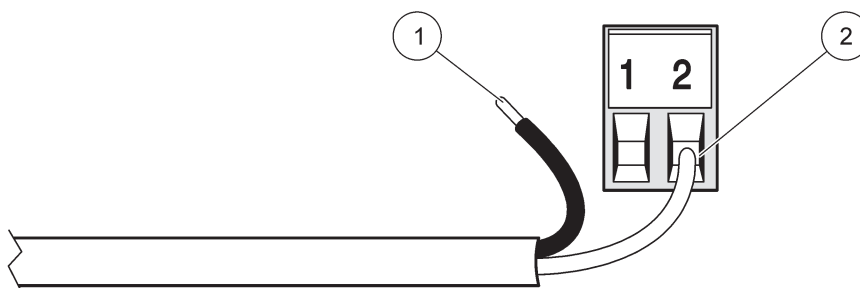
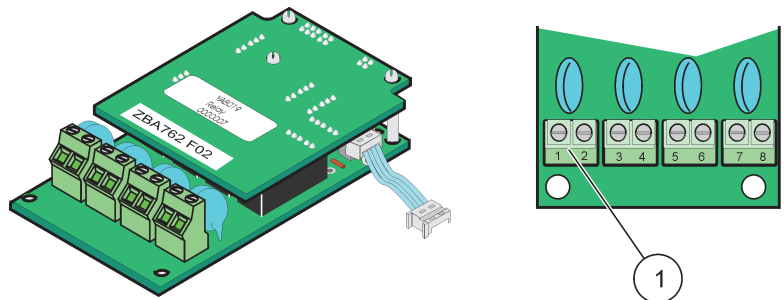
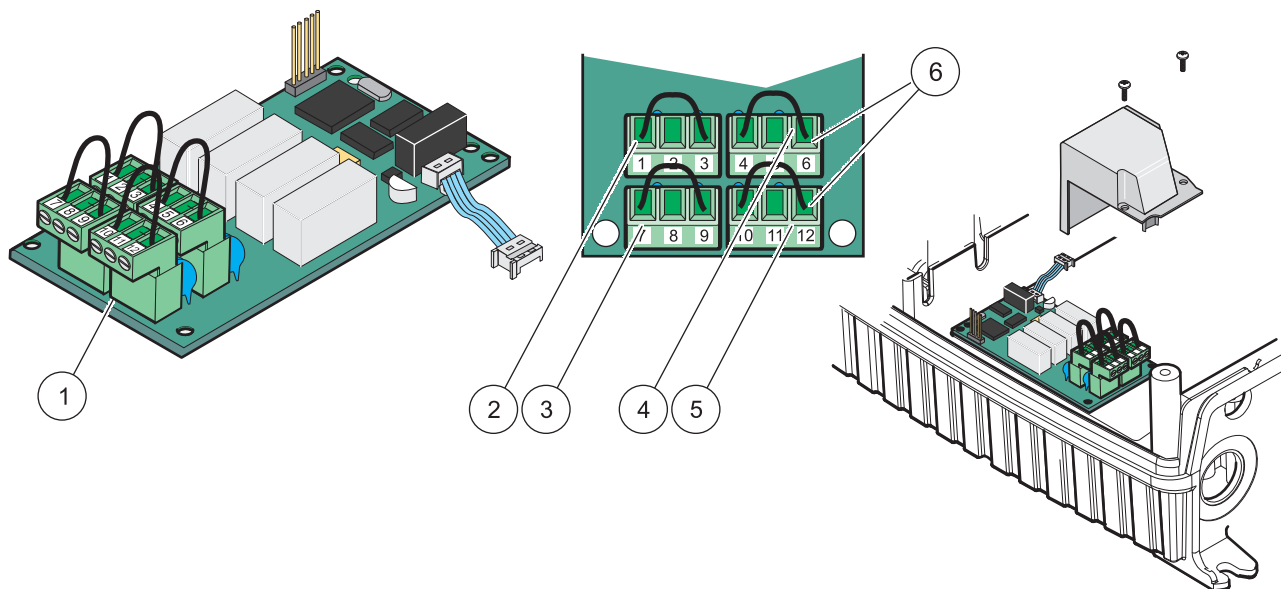

Figura 19 Preparación e inserción adecuadas de los cables
Figura 20 Tarjeta de relé (versión antigua, descatalogada en 2008)
Figura 21 Tarjeta de relé (YAB076, inversión)
5. Pase el cable a través de la base del módulo y prepárelo en forma adecuada e inserte cada cable (Figura 19) en la terminal de acuerdo con las Figura 20/Tabla 3 y Figura 21/Tabla 4. Tire suavemente en cada aislamiento para asegurarse de que la conexión esté segura.